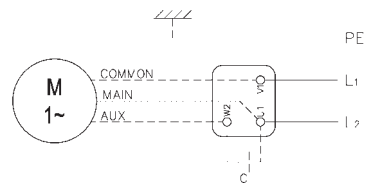
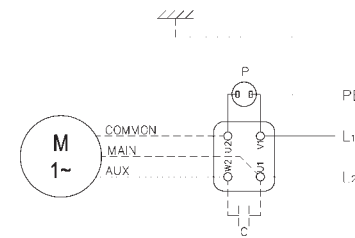

Рисунок 2
Рисунок 3
- Для однофазной модели выполните подключение в зависимости от того, где находится устройство тепловой и токовой защиты "P" - внутри (Рис. 2) или снаружи (Рис. 3).